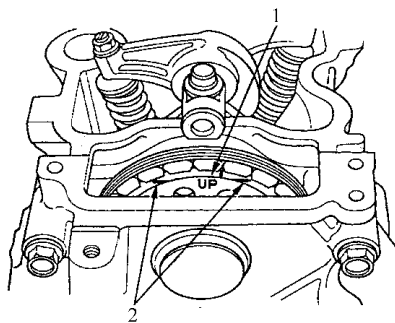

图 2-65 “UP” 标记定位点
- 2) 将 1 号活塞置于上止点(TDC)。如图 2-65 所示，凸轮轴链轮上的“UP”标记应当位于顶部，而凸轮轴链轮的上止点槽应当与缸盖的上边缘对齐。